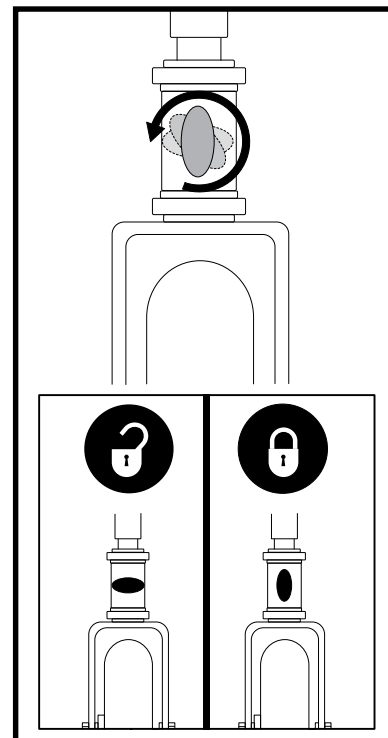

Abb.26.Lenkersicherungshebel (Für modell 104)
1. Schlüssel aus dem Schlüsselschalter entfernen. Für modell 104, Justieren Sie den Lenker in eine gerade Position, indem Sie den Lenkersicherungshebel eindrücken und gleichzeitig 90° im Uhrzeigersinn drehen. **Siehe Abb. 26.** Das Vorderrad muß nach vorne gerichtet sein, um den Lenker festzustellen.